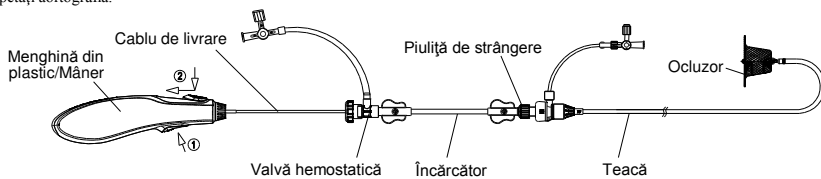

Figura 7. Ilustrarea eliberării ocluzorului
- Țineți teaca astfel încât să atingă adaptorul ocluzorului, apoi trageți delicat cablul, până când acesta se separă de ocluzor. În cele din urmă, scoateți cablul de livrare și teaca din pacient. (Consultați **Figura 7**)